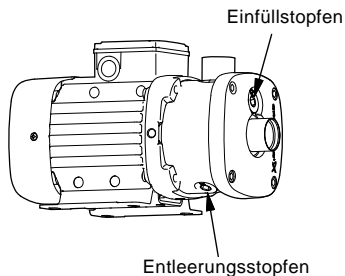

Abb. 7 Stopfen im Pumpengehäuse
3. Einfüllstopfen entfernen. Siehe Abb. 7.
Einfüll- und Entleerungsstopfen entfernen. Siehe Abb. 7.